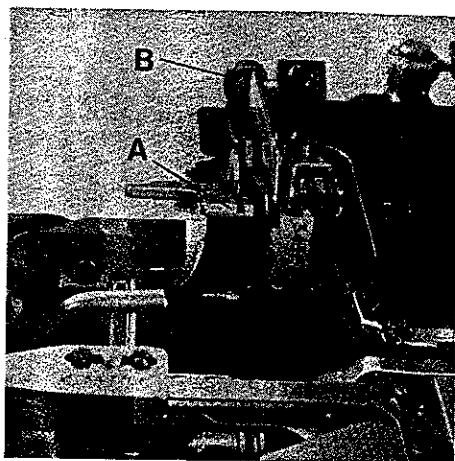

Fig. 16
For cleaning in the area of the take-up remove the cloth plate. Flip-up cast-off plate (A, Fig. 16), as for threading and screw out stop screw (B) until the cast-off plate has fully swung up and rests on the bed casting.
Zur Reinigung im Bereich des Fadenaufnehmers muß die Stoffplatte entfernt werden. Schwenken Sie die Fadenaufnehmerplatte (A, Fig. 16), wie zum Einfädeln, nach oben und drehen Sie die Anschlagsschraube (B) soweit heraus, daß die Fadenaufnehmerplatte ganz nach oben ausgeschwenkt am Gehäuseguß anliegt.